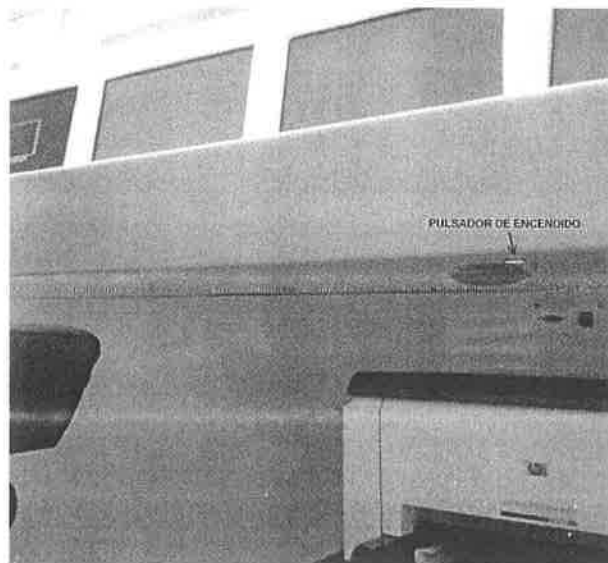

Figura 42: Secuencia encendido de la PI.
- PI: Un interruptor principal para el encendido (ver Figura 42).
- **Actuar mediante una pulsación al pulsador principal de encendido, situado en la parte inferior derecha del pupitre de la PI (ver Figura 42).**